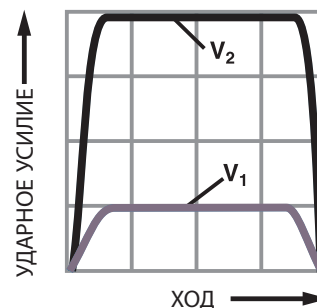

Рис.2
**Изменение скорости приложения нагрузки.** Увеличение скорости удара (при неизменной массе) приводит к резкому изменению ударного усилия. Поскольку скорость приложения нагрузки оказывает значительное воздействие на работу амортизатора, этому фактору необходимо уделять пристальное внимание. На рис. 2 показано значительное изменение ударной нагрузки при увеличении скорости ее приложения. Отклонение от первоначальных расчетных данных или ошибки в таких данных могут привести к повреждению опорных конструкций и систем, а также к выходу амортизатора из строя, если ударные нагрузки выходят за предельные значения.